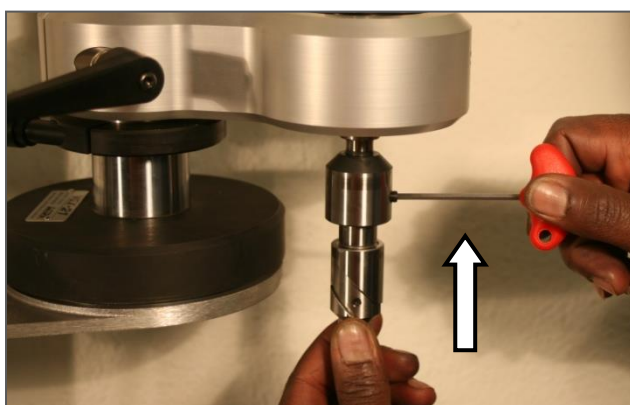

Fig. 7
3. Das VGX-21 kann auf den Ablagetisch oder auf einen sauberen Arbeitsplatz gespannt werden. Den Magneten aktivieren (Pos.1 auf Kippschalter). Den Schwenkarm mit dem Klemmhebel klemmen und den Sterngriff anziehen. Wählen Sie einen passenden Drehkopf aus (MIRA Formstahlkatalog), um eine optimale Ventilsitzbearbeitung zu erreichen. Den Drehkopf in die Spindel einführen und die Punktmarkierung des Drehkopfes mit der Spannschraube der Spindel zueinander ausrichten. Beide Punkte müssen übereinander sein! (Fig. 7). Für weitere Informationen sehen Sie Kapitel „Wechseln der DT Drehköpfe“ auf Seite 26.